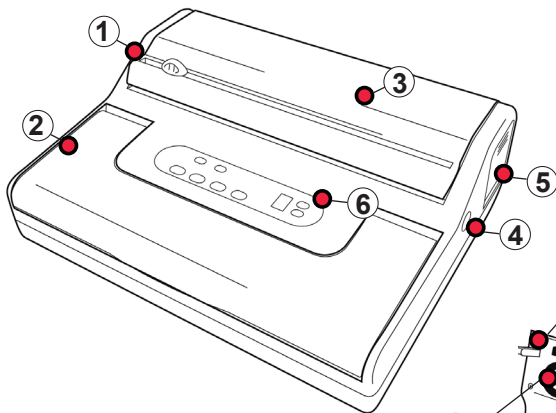

Figure 1.
Cette ensacheuse possède un logement porte-rouleaux (Figure 1, point 3) compatible avec les rouleaux Elma de 20 x 600 cm et 30 x 600 cm. 2 rouleaux peuvent être insérés. Pour insérer les rouleaux dans leur logement, vous devez appuyer sur le bouton d'ouverture du porte-rouleaux (3). Ensuite, placez le rouleau dans son logement. Déroulez environ 20 cm de rouleau en faisant passer le bord du rouleau par l'ouverture où se trouvent réunies les deux lames coupe-rouleaux (Figure 1, point 1).
- **Fonction Accesory:** cette fonction permet d’effectuer le vide dans des récipients spéciaux. Connectez le tube d’aspiration au connecteur pour récipients (Figure 1, point 4) de l’ensacheuse puis connectez l’autre extrémité au récipient (les tubes d’aspiration et les récipients ne sont pas fournis). Après avoir effectué la connexion, appuyez sur la touche “**Accesory**” pour démarrer le processus d’aspiration. Lorsque le niveau optimal de vide est atteint, l’ensacheuse s’arrêtera automatiquement. Vous pouvez alors déconnecter le récipient. Cette fonction ne doit être utilisée qu’avec des accessoires conçus spécifiquement pour l’emballage sous vide.
- **Fonction Marinade:** cette fonction permet de mariner des aliments dans des récipients spéciaux. Introduisez l’aliment que vous souhaitez mariner dans le récipient avec sa marinade. **Important : les épices moulues qui ne seraient pas correctement amalgamées à la sauce peuvent faire obstacle ou endommager gravement la pompe à vide.** Connectez le tube d’aspiration au connecteur pour récipients (Figure 1, point 5) de l’ensacheuse puis connectez l’autre extrémité au récipient (les tubes d’aspiration et les récipients ne sont pas fournis). Après avoir effectué la connexion, appuyez sur la touche “**Marinate**” pour démarrer le processus. En appuyant une fois sur la touche “**Marinate**”, vous sélectionnez le programme court (15 minutes). En appuyant deux fois sur la touche, vous sélectionnez le programme long (27 minutes). L’ensacheuse lancera les processus d’aspiration et d’expulsion de l’air. Cette technique permet à la marinade de pénétrer dans les pores de l’aliment. Cette fonction ne doit être utilisée qu’avec des accessoires conçus spécifiquement pour l’emballage sous vide.
joint à vide (Figure 1 et 2). Vérifiez régulièrement que la chambre ainsi que les joints à vide. Vérifiez régulièrement que la chambre à vide soit exempte de déchets ou impuretés afin d'éviter des gênes lors du processus de vide de l'air.